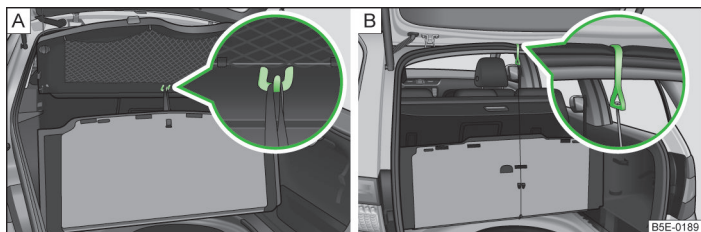

Fig. 82 Fixarea mochetei: Octavia / Octavia Combi
- > Octavia: cu curelușa de un cârlig de la capacul portbagajului » fig. 82 - [A];
- > Octavia Combi: cu cârligul de marginea capotei portbagajului » fig. 82 - [B].